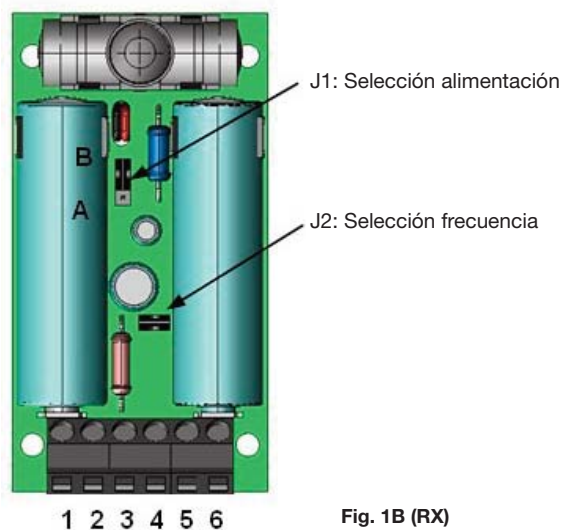

Fig. 1B (RX)
- Realice las conexiones tal como se describe en los párrafos anteriores y seleccione la alimentación del transmisor con el puente correspondiente (J1, Fig. 1B).
- Conecte a la correspondiente caja de bornes (bornes 3 y 4, Fig. 1B) el contacto del borde o del dispositivo externo de seguridad del transmisor. **Si no se utiliza esta opción, puentee los bornes 3 y 4.**
- Conecte a la correspondiente caja de bornes (bornes 5 y 6, Fig. 1B) el contacto del borde resistivo 8K2 externo del transmisor. **Si no se utiliza esta opción, NO puentee los bornes 5 y 6.**